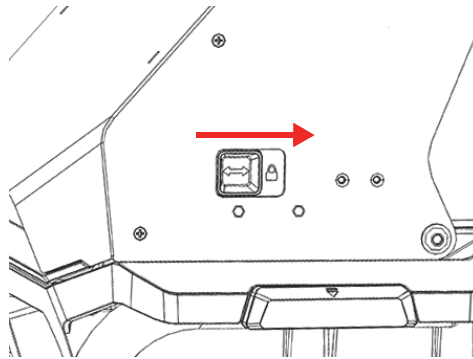

Figure B-10 Bouton de verrouillage du couvercle – Direction pour le verrouillage
1. Faites glisser le bouton de verrouillage vers la droite pour déverrouiller le couvercle (voir Figure B-10 à la page 119).